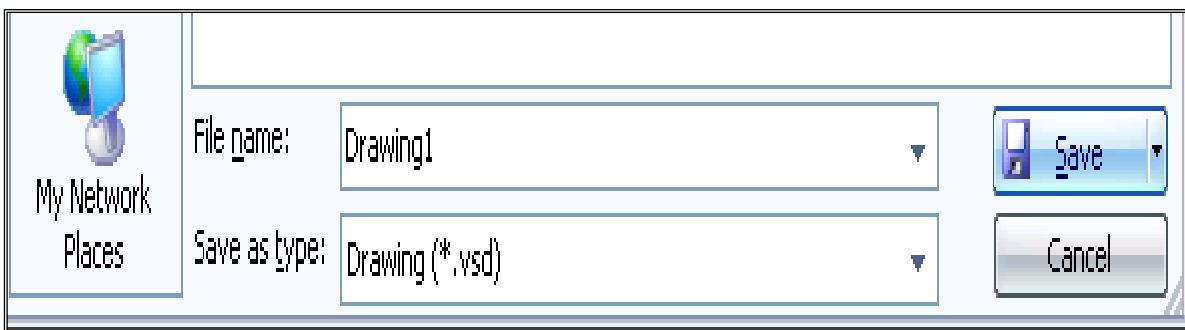

Рис.62. Сохранение файла в формате редактора
19. В программе Visio возможно сохранение рисунков во множество графических форматов. По умолчанию файлы сохраняются в формате Drawing (Рис. 62). Сохранить рисунок в разных форматах: 1) в собственном формате редактора - с помощью команд **File – Save As** в диалоговом окне «Сохранение» в поле “Save as type:” выбрать тип файла *.vsd (по умолчанию).